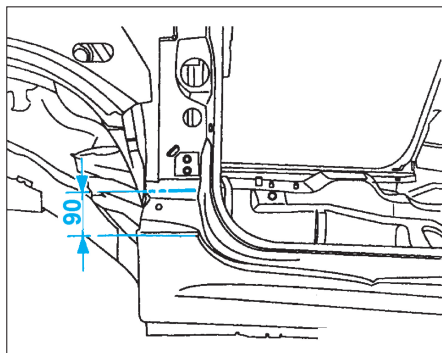

FIG. 85
• Tracer puis découper à l'aide d'une meule épaisseur 1 mm (coupe provisoire) (Fig.85).